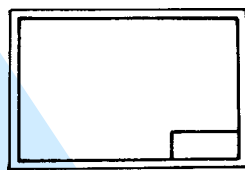
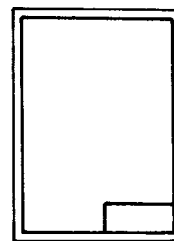

Figura 1 - Folha horizontal
Figura 2 - Folha vertical
**3.1.1.3** As folhas de desenhos podem ser utilizadas tanto na posição horizontal (ver Figura 1) como na vertical (ver Figura 2).
3.2.1 A posição da legenda deve estar dentro do quadro para desenho de tal forma que contenha a identificação do desenho (número de registro, título, origem, etc.); deve estar situado no canto inferior direito, tanto nas folhas posicionadas horizontalmente (ver Figura 1) como verticalmente (ver Figura 2).